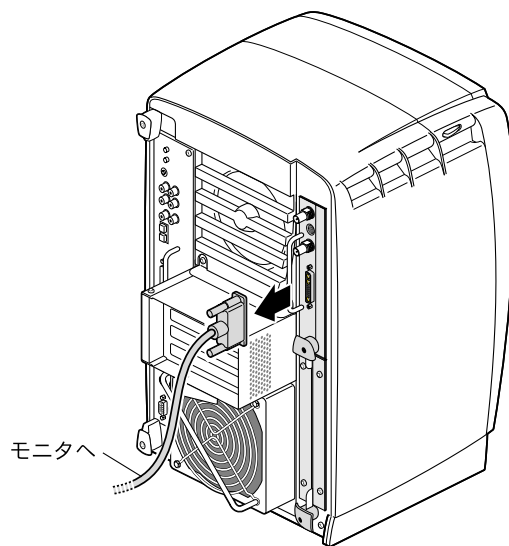

図 2-4 モニタケーブルの取り外し
4. XIO Tri-Module からすべてのケーブルを外し (図2-4 には 1 本のケーブルのみが示されています)、次節に示すようにリストストラップを装着してください。